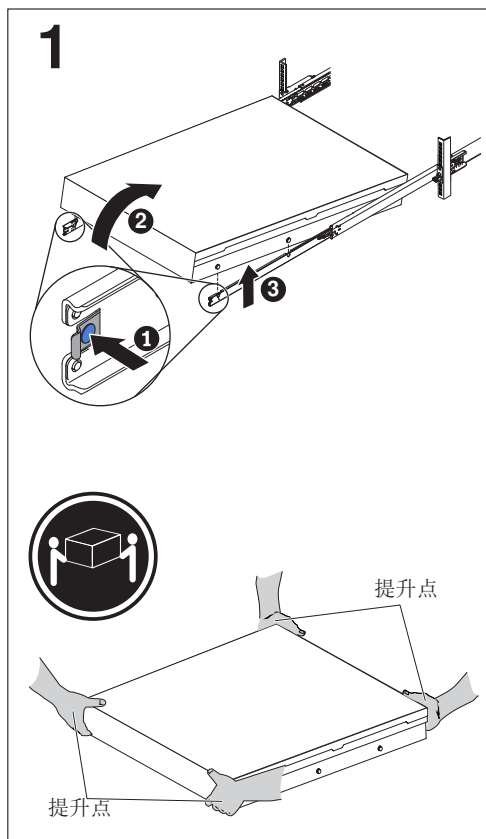

图 32. 卸下机架中的 SAN Volume Controller 2145-DH8
注：如果卸下 2U 服务器，在抬起服务器时请确保有两个人；按第 43 页的图 32 中所示来摆放手的位置。
4. 将锁紧杆 **1** 向前拉动，如第 43 页的图 32 中所示。